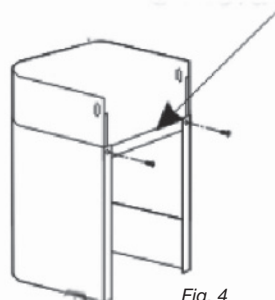

Fig. 4
– Fixez l'étrier plat à l'arrière de la cheminée inférieure (pièce C fig. 4).
— Fixez l'étrier plat à l'arrière de la cheminée inférieure (pièce C fig. 4).